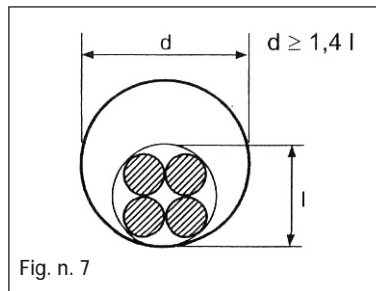

Fig. n. 7
A) CONDUIT INSTALLATION (figure n. 7)